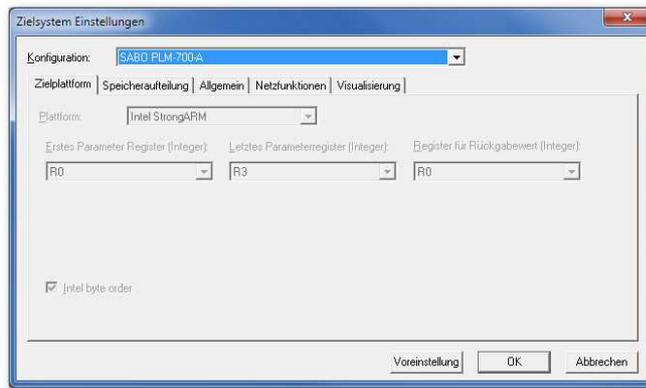

Abb. 1-4: Zielsystem Einstellungen → Zielplattform
- Unter *Zielsystem Einstellungen* → *Zielplattform* wählen Sie aus dem Dropdown Liste *SABO-PLM700A* aus. (Abb. 1-4).